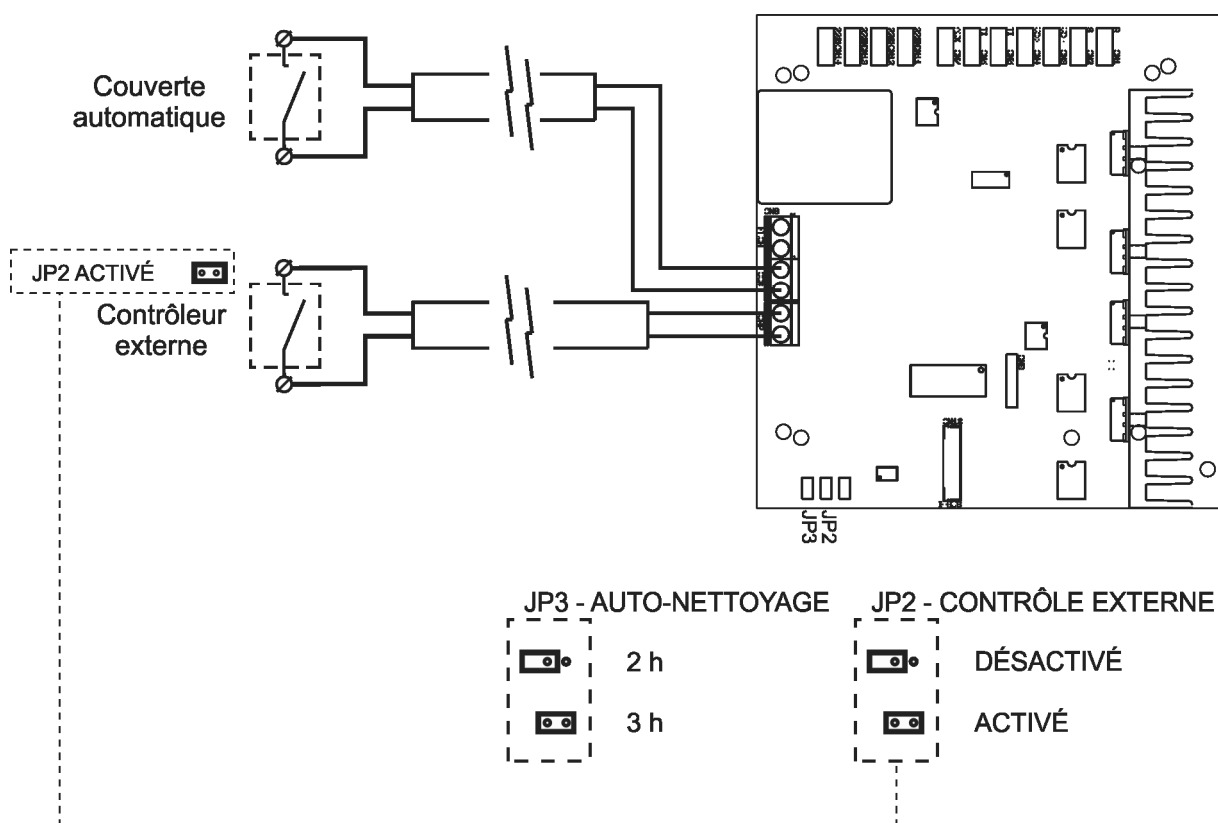

Fig. 16
- **Système d'AUTONETTOYAGE DES ÉLECTRODES :** les leds [5] indiquent l'état de polarisation des électrodes (directe/inverse). La fréquence d'inversion peut être sélectionnée au moyen du jumper « **JP3** » situé dans la carte de contrôle du système (Fig. 16). Cette configuration sera effective quand l'on déconnecte et reconnecte la source d'alimentation.